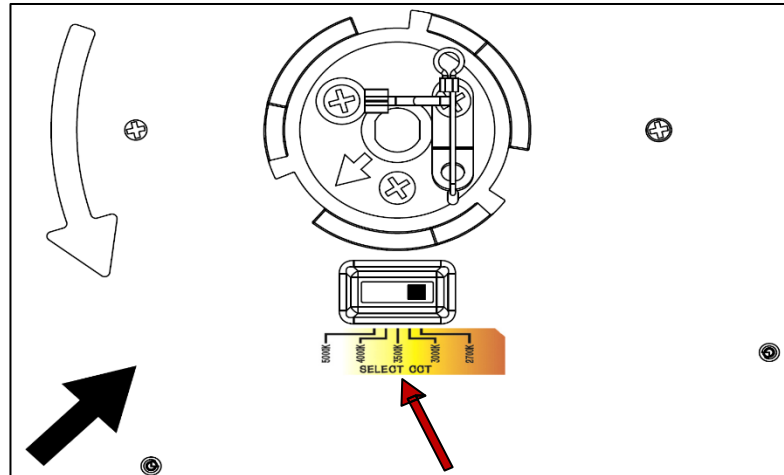

Figure 3
3. **Avant l'installation** : Au dos du luminaire, vous trouverez l'interrupteur permettant de sélectionner la température de couleur. **Choisissez votre réglage** : Positionnez le commutateur sur la température de couleur LED souhaitée : 2700K (douce);3000K (chaude);3500K (neutre);4000K (froide);5000K (lumière du jour). illustré dans la *Figure 3*.